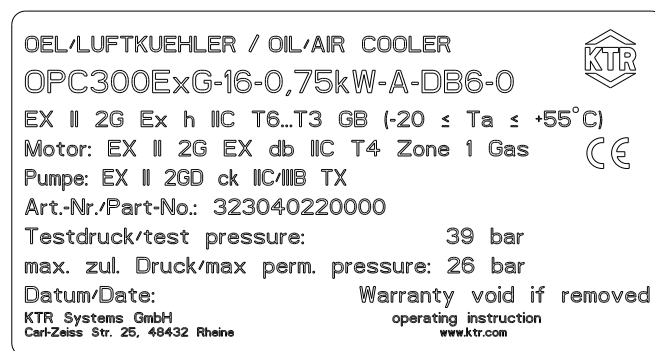

Figura 12:
**No se debe exceder la temperatura especificada en la etiqueta tipo (ver figura 12).**